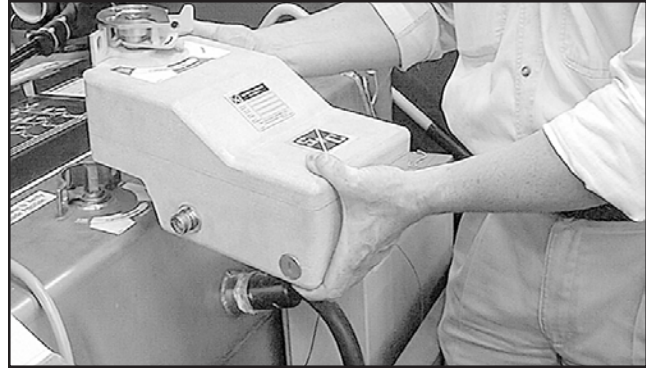

Figura 68. Coloque el moto-operador sobre el eje de operación del equipo.
PASO 1. Conecte el moto-operador al equipo. Coloque el moto-operador sobre el eje de operación del equipo. Ver Figura 68.